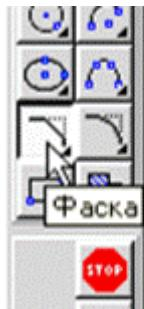
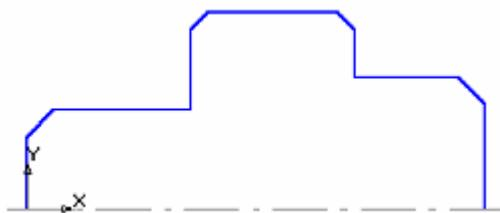

Рис. 1.18. Панель *Фаска*
Рис. 1.19. Выполнение фасок
4. Выполните фаски с катетом 4 мм. Для этого активизируйте команду **Фаска**, рис. 1.18. Установите величину катета равную 4 мм. Последовательно укажите вертикальную и горизонтальную линии. Фаски построены. Таким же образом постройте фаски с катетом 2,5 мм, рис. 1.19.